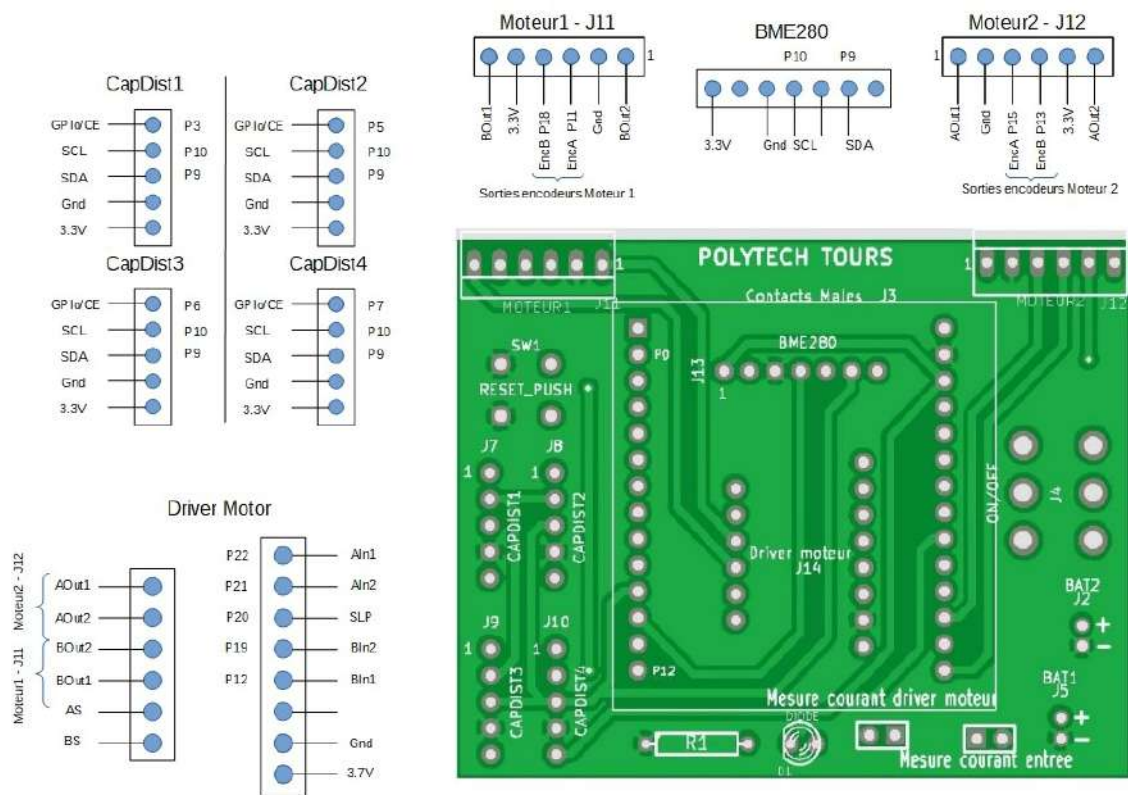

FIGURE 10.4 – Plan de la carte de connexion.
1. Il suffit d'insérer la carte BME280 dans le connecteur (voir figures 10.4, 10.3 et 10.5).